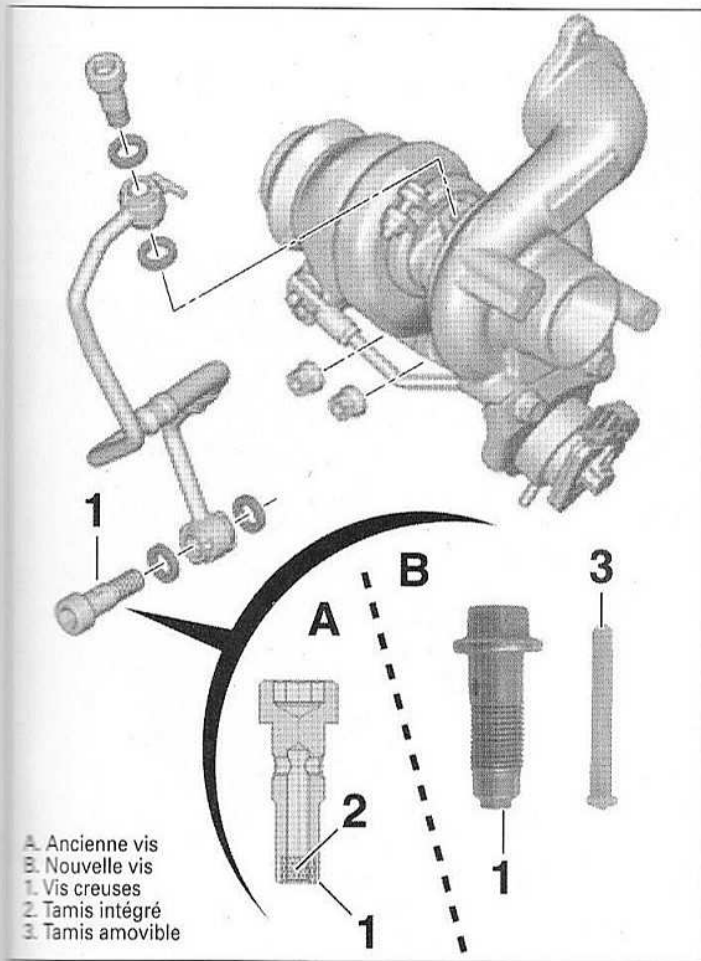

FIG.80
- des écrous (19) neufs, sans les serrer,
- la canalisation de lubrification de turbocompresseur (18).
- Contrôler la vis (17) et la remplacer si nécessaire (Fig.80).